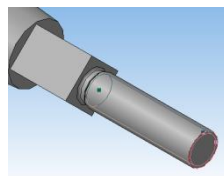

Рис. 27
**Создать объект** ➡ (см. рис. 27).